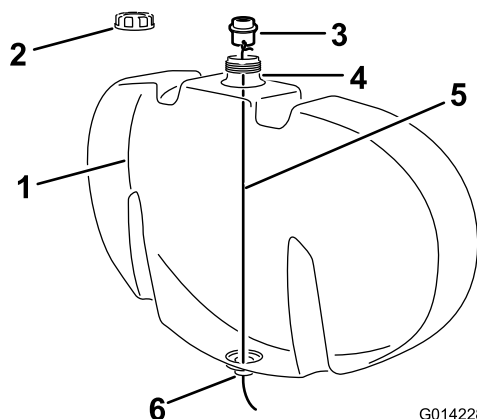

Figura 2
1. Attaccate un filo, più lungo dell'altezza del serbatoio, a 1 dei fori per la forcella di fissaggio presenti sul diaframma (Figura 2).
2. Rimuovete il tappo di riempimento dal serbatoio di lavaggio (Figura 2).
3. Fate scorrere il filo verso il basso attraverso il foro di riempimento del serbatoio e fatelo passare nel foro sulla parte inferiore del serbatoio (Figura 2).